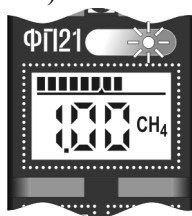

Рисунок 9.4
9.5 При достижении концентрацией контролируемого газа установленного порога сигнализации включаются прерывистые звуковая и световая сигнализации (рисунок 9.4).